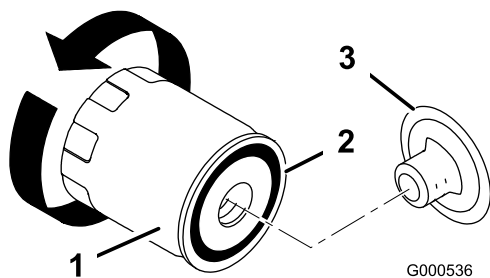

Bild 27
9. Wechseln Sie den Ölfilter bei Bedarf (Bild 27).
2. Entfernen Sie den Altfilter und wischen die Dichtfläche am Anbaustutzen (Bild 27) ab.
3. Ölen Sie die Gummidichtung am Ersatzfilter (Bild 27) leicht mit Frischöl ein.
4. Setzen Sie den Ersatzölfiler auf den Anbaustutzen auf. Drehen Sie den Ölfiler nach rechts, bis die Gummidichtung den Anbaustutzen berührt. Ziehen Sie ihn dann um eine weitere 1/2 bis 3/4 Umdrehung fest (Bild 27).